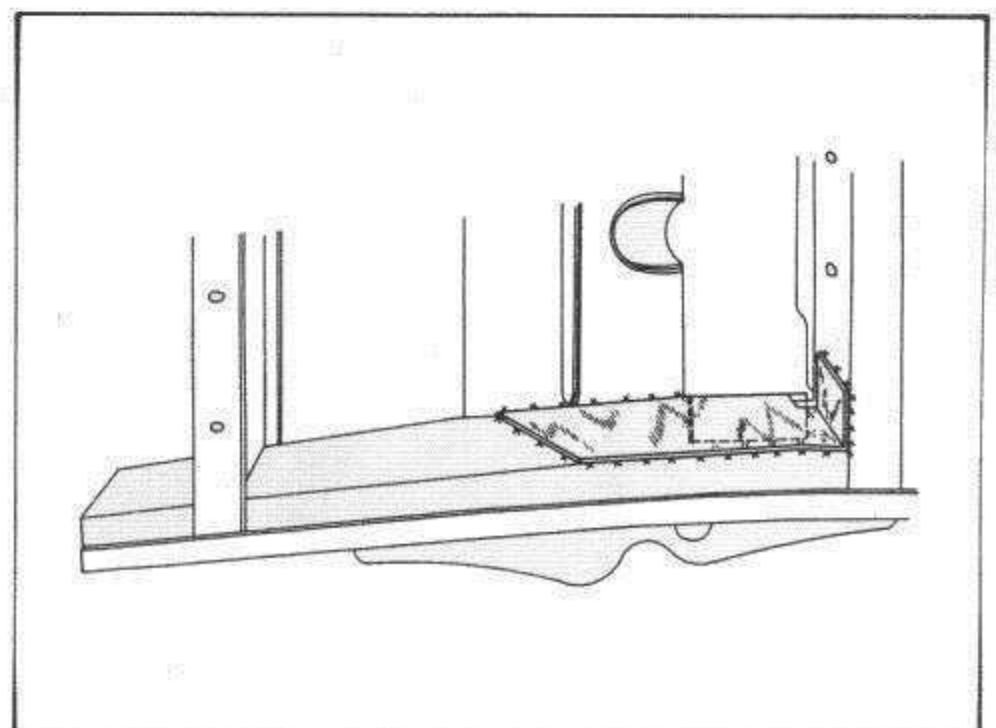

Abbildung 4
5. Die inneren Verstärkungsbleche – wie in Abbildung 4 gezeigt – auf die gleiche Weise befestigen.